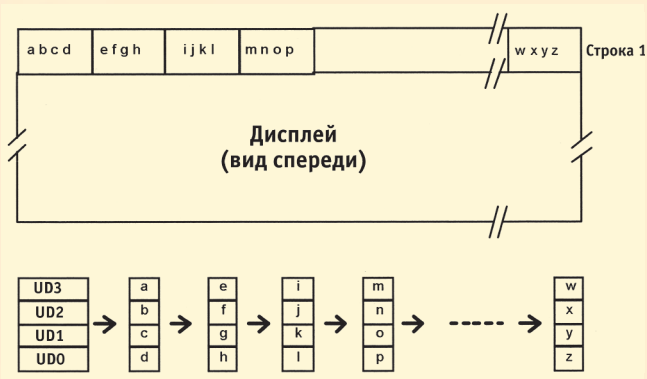

Рис. 2. Принцип формирования изображения в дисплеях двойного сканирования
AG1 и AF1 соответственно) также имеет разрешение 640×480 пикселов (VGA). Интерфейс дисплея полностью аналогичен интерфейсам ЖКИ-дисплеев с матрицей двойного сканирования и характеризуется гибкими методами управления яркостью, низкими энергопотреблением и стоимостью. Для формирования изображения на экране дисплея используются восемь сигналов видеоданных UD0...UD3 и LD0...LD3, сигналы вертикальной S(VS) и горизонтальной CP1 синхронизации, а также тактовый сигнал CP2. Принцип формирования изображения в дисплеях двойного сканирования для верхней половины экрана показан на рис. 2. По линиям UD0...UD3 за один такт передается информация о четырех последовательно расположенных в строке пикселях (например a, b, c, d). В следующем такте передается следующая четверка, и так далее, от начала 1-й строки до конца 240-й строки. Одновременно с этим по линиям LD0...LD3 передается аналогичная информация для нижней половины экрана, с 241-й по 480-ю строку включительно.